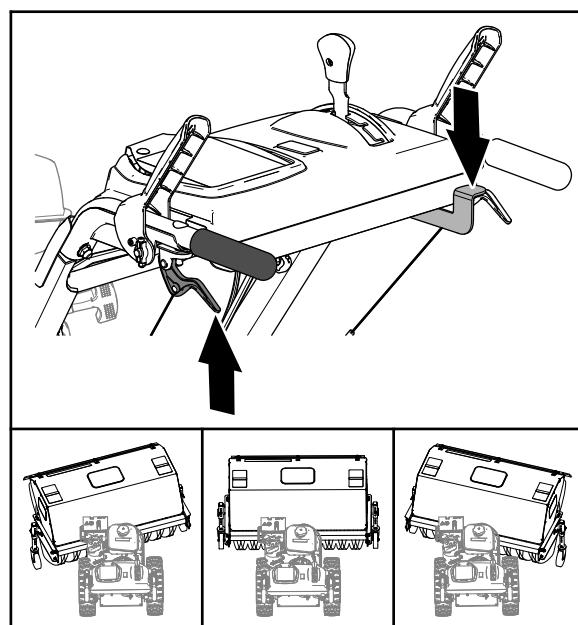

Figura 20
3. Empurre a alavanca para baixo com o polegar da mão direita (Figura 20).
- Aperte a alavanca da embraiagem esquerda para a pega (Figura 20) e empurre a caixa da vassoura para as seguintes posições.